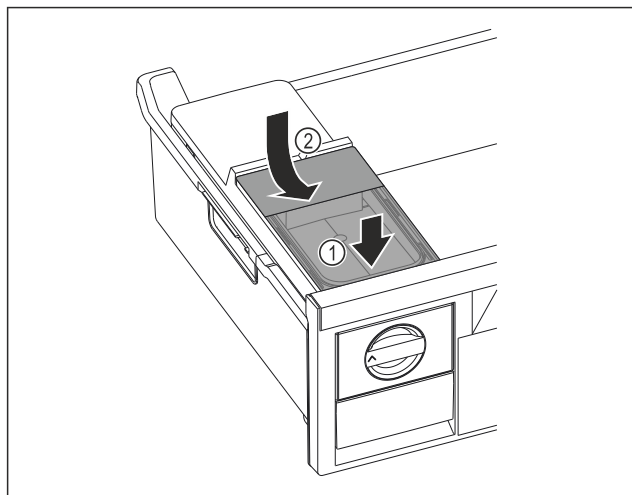

Fig. 76
- Nádržku na vodu nasadte vpredu. Fig. 76 (1)
► Nádržka na vodu spustíte vzadu. Fig. 76 (2)